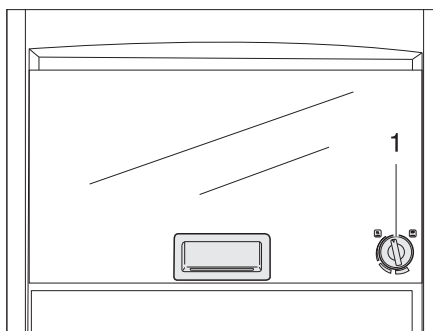

Fig. 217 Four à gaz (Dometic)
- Appuyer légèrement sur le bouton tournant (Fig. 217,1) et le tourner vers la gauche sur la position souhaitée.
- Tourner le bouton tournant (Fig. 217,1) sur "O". La flamme s'éteint.